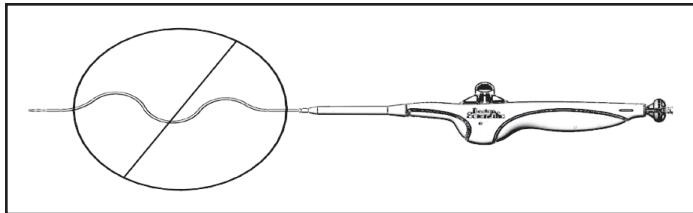

Figure 5. Suppression de la laxité
10.9 Procédure de déploiement du stent (voir la figure 5)
Remarque : Si la laxité (voir la figure 5) et/ou la courbure du cathéter du système de mise en place présente entre la gaine d'introduction/de guidage et la poignée du système ne sont pas réduites pendant toute la durée du déploiement, l'exactitude du déploiement peut être compromise, en particulier en cas d'approche ipsilatérale.